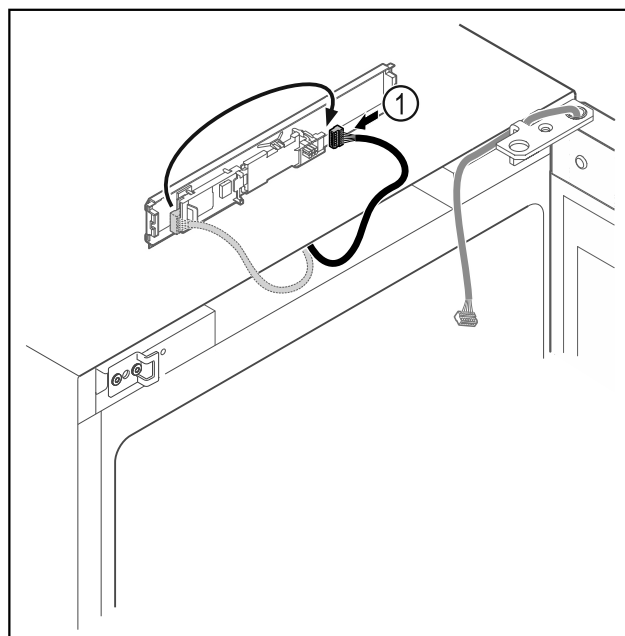

Fig. 15
- Переставьте штекер Fig. 15 (1) на панели.